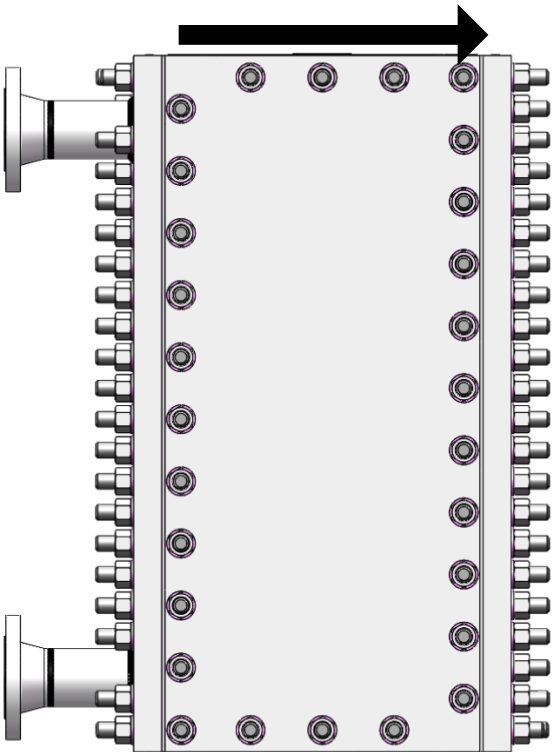

Abbildung 17
- Alle losen Muttern auf der Oberseite des Apparats mit einem Schlagschrauber vorspannen (Abbildung 17 und 18).